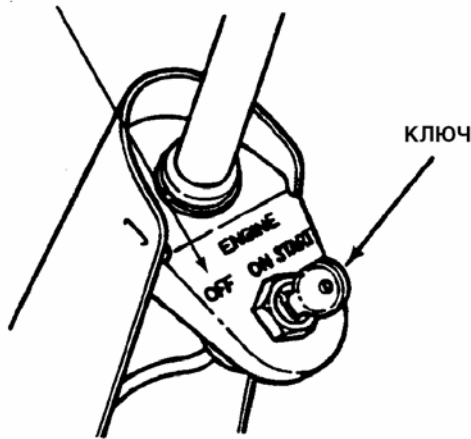

Рис. 2.13
1. Остановите двигатель, повернув ключ замка зажигания в положение OFF (выключено). См. рис. 2.13.